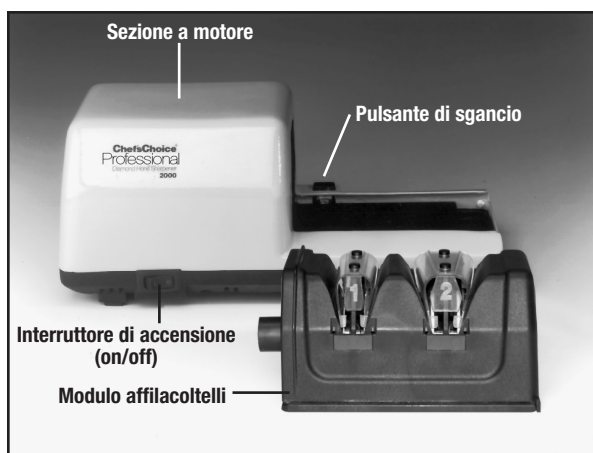

Figura 1. Affilacoltelli modello 2000 Smontaggio.
4. Staccate sempre la spina quando l'apparecchio non è in uso, per pulire o per montare o smontare parti, ad eccezione del modulo staccabile (Figura 1).
Il modello 2000 è composto da una sezione a motore e da un modulo di affilatura staccabile che viene imballato e spedito separatamente (vedere la figura 1). Per montare il modello 2000, inserite il modulo di affilatura nelle rotaie di guida della sezione a motore (vedere figura 2) e fate scorrere il modulo verso l'alloggiamento del motore fin quando non si arresta in posizione. Se le sezioni non scattano insieme con facilità, seguite le istruzioni riportate in "Inserimento" (pagina 8) del presente libretto.